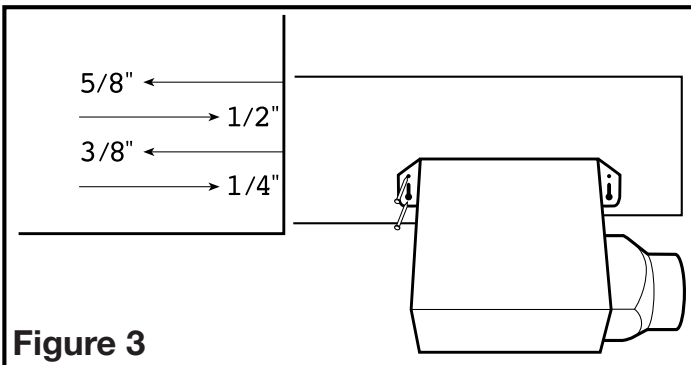
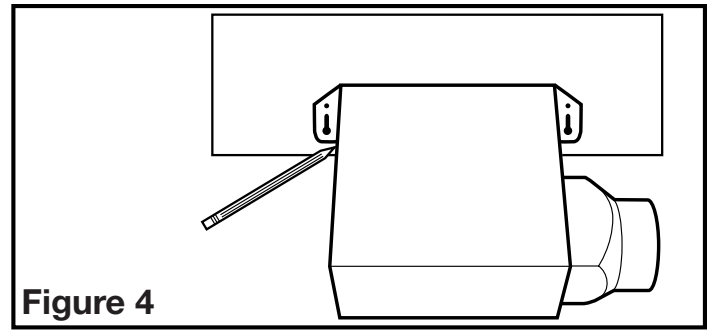

Figure 3
Figure 4
- En utilisant les marques sur le cabinet du ventilateur (**Figure 3**), aligner le cabinet pour qu'il affleure le plafond fini ou le mur. Positionner le ventilateur de sorte que les onglets reposent contre la solive ou le montant et le fixer à l'aide de quatre clous (non-fournis) pour assurer une installation adéquate.
- Positionner le cabinet contre la solive ou le montant et tracer le contour du cabinet sur le matériau du mur / plafond (**Figure 4**). Mettre le cabinet de côté et découper l'ouverture, en prenant bien soin de ne pas couper ou endommager d'utilité électrique ou dissimulée. Placer le cabinet près de la solive ou du montant et vous assurer qu'il soit à effleurement avec le plafond fini ou avec le mur. Fixer avec quatre clous (non-fournis) pour assurer une installation adéquate (**Figure 3**).